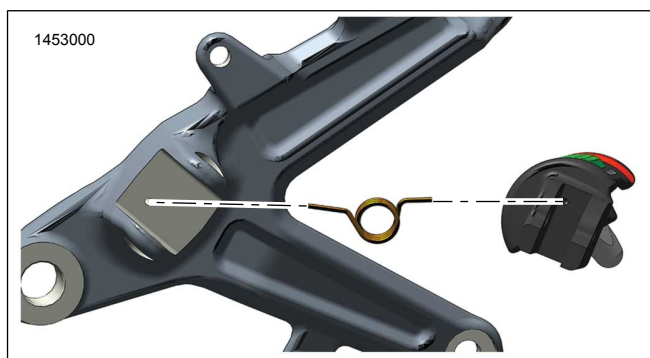
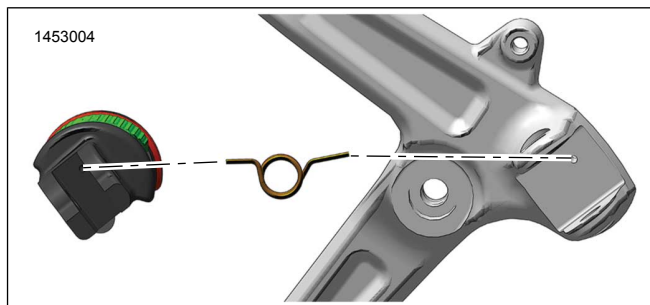

Figura 5. Orientamento della molla di ritorno - Destra
Figura 6. Orientamento della molla di ritorno - Sinistra
2. Vedere Figura 5 o Figura 6 . Posizionare la molla di ritorno (B) nel gruppo della pedalina.